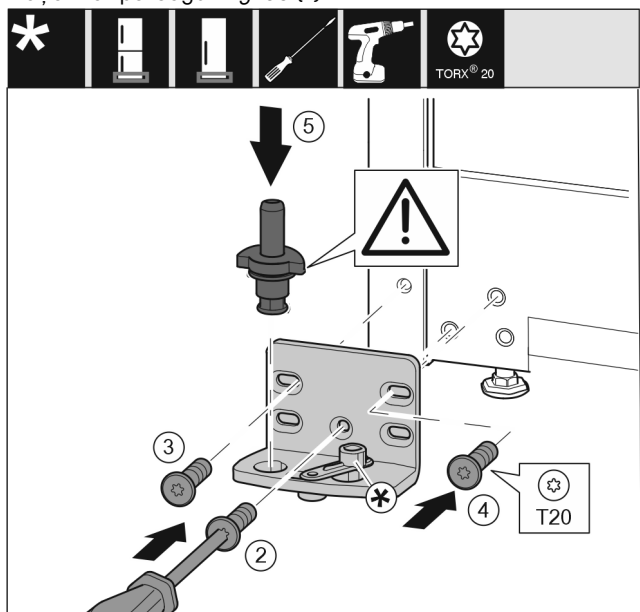

Fig. 36
- ▶ Pielieciet gultņa balstu otrajā pusē un pieskrūvējiet ar skrūvgriezi T20. Sāciet apakšā pa vidu ar skrūvi 2. Fig. 36 (2)
- ▶ Pieskrūvējiet skrūvi 3 un 4. Fig. 36 (3,4)
- ▶ Ievietojiet pilnīgi gultņa tapu. Uzmaniet, lai aiztura izcilnis būtu vērsts virzienā uz aizmuguri. Fig. 36 (5)
- ▶ Pielieciet gultņa balstu otrajā pusē un pieskrūvējiet ar skrūvgriezi T20. Sāciet apakšā pa vidu ar skrūvi 2. (2)
- ▶ Pagrieziet durvju amortizatora savienojumu par 180°. Pieskrūvējiet ar skrūvgriezi T20 gultņa balsta otrajā pusē. (5)
- ▶ Ievietojiet pilnīgi gultņa tapu. Uzmaniet, lai aiztura izcilnis būtu vērsts virzienā uz aizmuguri. (6)